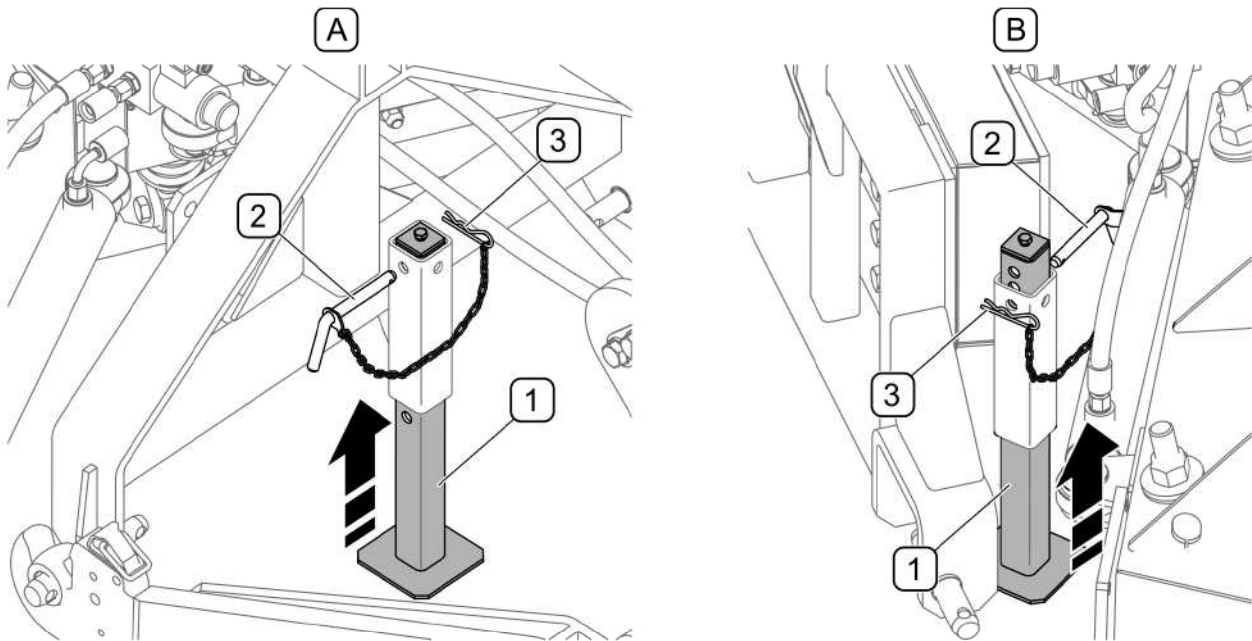

ABBILDUNG 4.4 Stützfuß
- Den Ausleger absenken und den Rahmen so nach unten drehen (A), dass sich die Befestigungspunkte am Schnellkuppungsrahmen unterhalb der Befestigungshaken am Pflug befinden;
- Den Ausleger (B) so anheben, dass sich die Befestigungspunkte in den Haken des Pfluges befinden und durch Steuern des Auslegers den Rahmen nach hinten bewegen (C), bis der Schnellkuppungsmechanismus einrastet;
- Den Stützfuß anheben (ABBILDUNG 4.4);
(1) - Stützfuß; (2) - Bolzen; (3) - Sicherungssplint
Während des Betriebs muss nach dem Aufhängen des Pflugs am Trägerfahrzeug der Stützfuß (1) in der Führung nach oben geschoben (ABBILDUNG 4.4) und mit Hilfe des Bolzens (2) arretiert und mit dem Federsplint (3) gesichert werden - betrifft nicht Pflüge mit einer EURO-SMS Aufhängung.